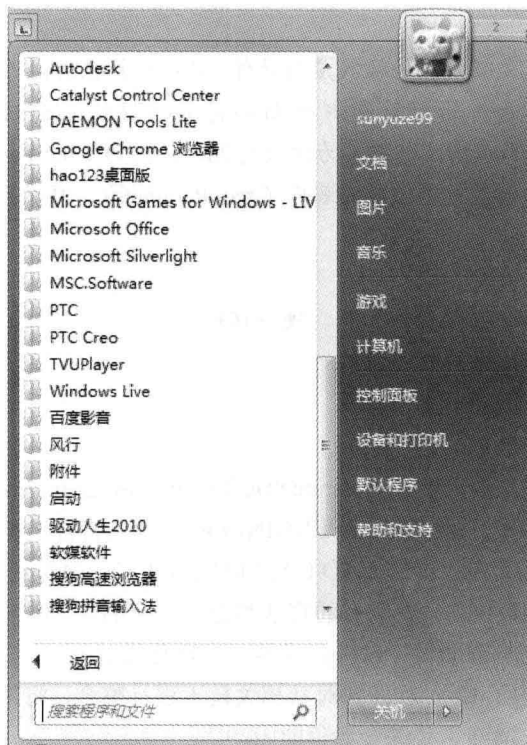
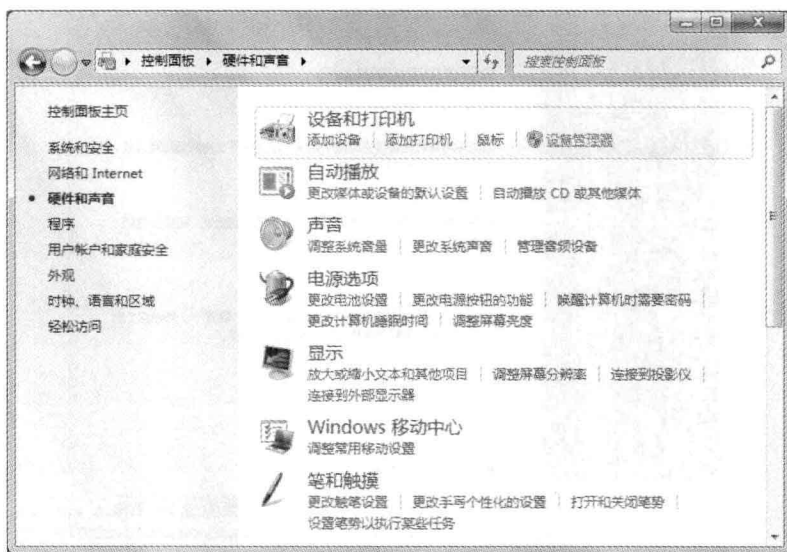

图 1.1 选择【控制面板】操作
图 1.2 【控制面板】窗口
Step 1 如图 1.1 所示，依次选择【开始】|【控制面板】命令，进入【控制面板】窗口，如图 1.2 所示，在该窗口中可以进行硬件的添加/删除、系统的设置等工作。